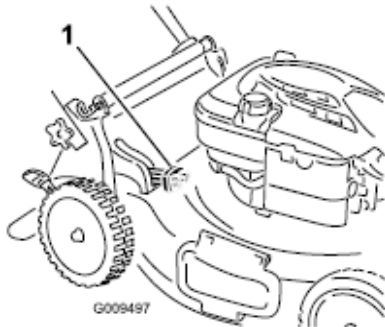

Figure 15
- W celu umożliwienia zbierania skoszonej trawy lub liści z trawnika nacisnąć przycisk znajdujący się na dźwigni a następnie pchnąć dźwignię w przód do momentu w którym blokada samoczynnie zablokuje dźwignie w tym położeniu (Fig.15)